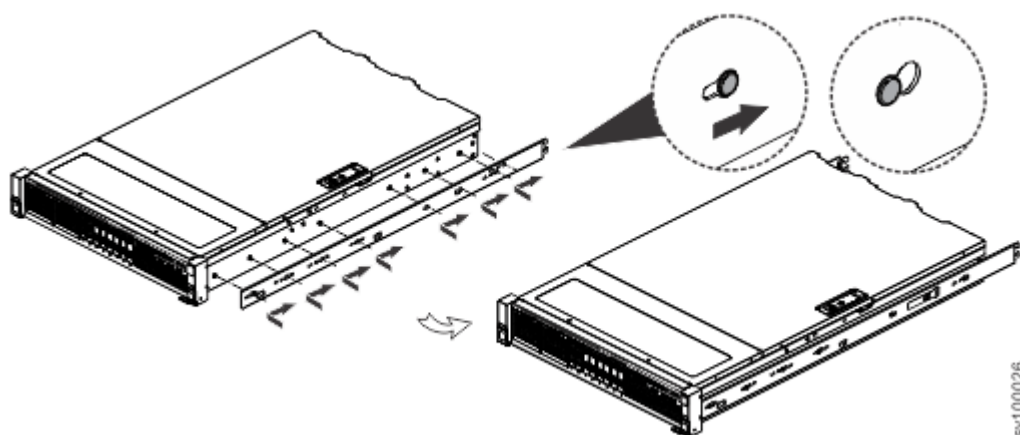

Figure 23. Fixation de la section de glissière interne au châssis
- Aucune vis n'est requise. Faites correspondre les trous de l'élément interne sur les têtes des broches du côté du dispositif, puis faites coulisser la glissière vers l'arrière du dispositif pour verrouiller, comme indiqué sur la Figure 23, à la page 22.